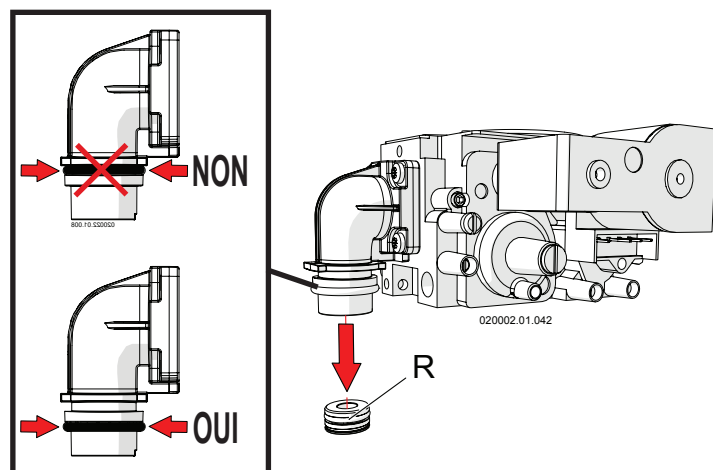
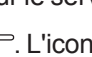

Figure 6-4 - Remplacement de la buse du gaz
Figure 6-6 - Tableau de correspondance pour le paramètre **2 138** et valeurs de fonctionnement
2. - Régler le paramètre α 138 à la valeur indiquée dans le tableau de la Figure 6-6 ;
10. - Remplacer la buse du gaz « R » (voir la Figure 6-4) avec celle spécifique selon les indications fournies sur la Figure 6-6 à la rubrique « Diamètre buse gaz » ;
- 8.- comparer la valeur mesurée avec celle indiquée dans le tableau sur la Figure 6-6, « CO₂ Puissance maximale ». Si la valeur mesurée diverge de la valeur lue, elle doit être ramenée à la valeur indiquée dans le tableau de la Figure 6-6 en procédant comme suit :
- 13.- comparer la valeur mesurée avec celle indiquée dans le tableau sur la Figure 6-6, « CO₂ Puissance minimale ».
Si la valeur mesurée diverge de la valeur lue, elle doit être ramenée à la valeur indiquée dans le tableau de la Figure 6-6 en procédant comme suit :